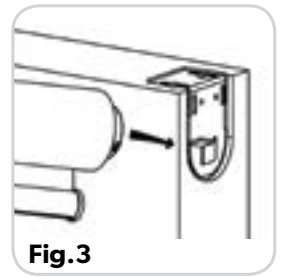

Fig.3
- B. Installez le côté droit du rouleau en insérant la languette du support droit dans la roue de tension. (Fig. 3)